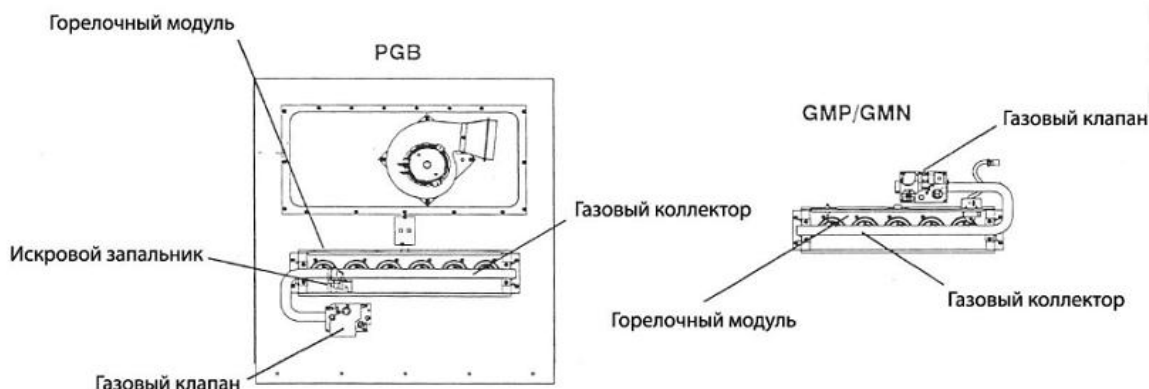

Рис. 1
5. Отвинтите 4 винта, которые крепят горелочный коллектор к горелочному модулю. Расположение компонентов показано на рис. 1.